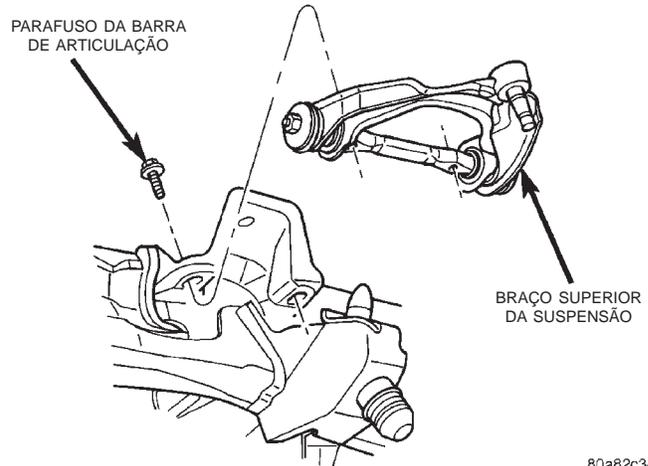

Fig. 16 Braço Superior da Suspensão
(8) Remova os parafuso da barra de articulação do braço da suspensão e remova o braço da suspensão. (Fig. 16).